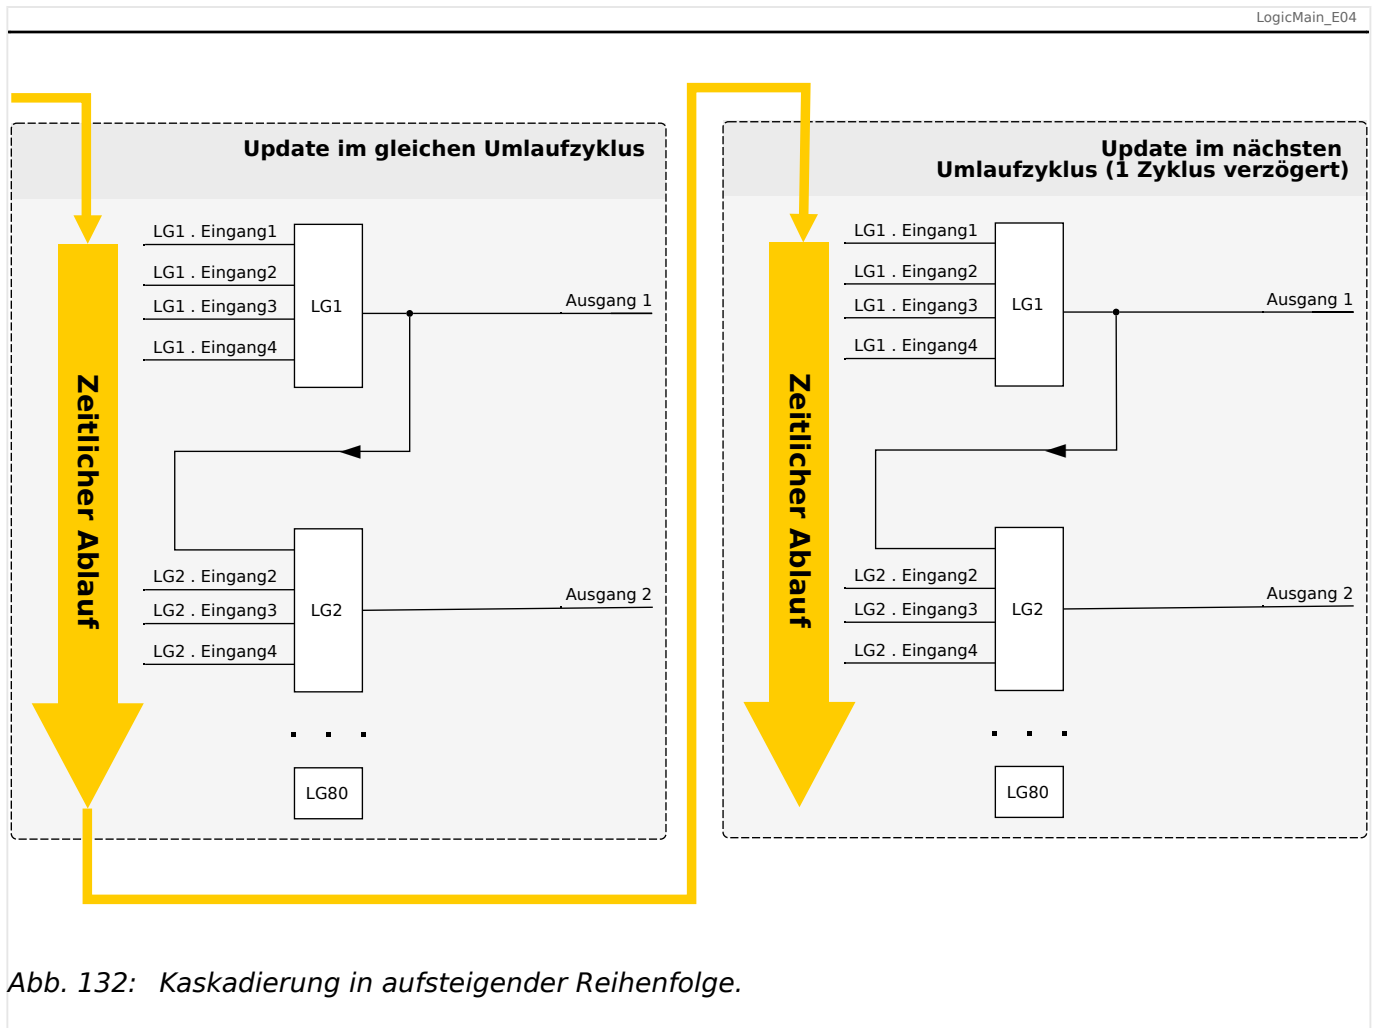
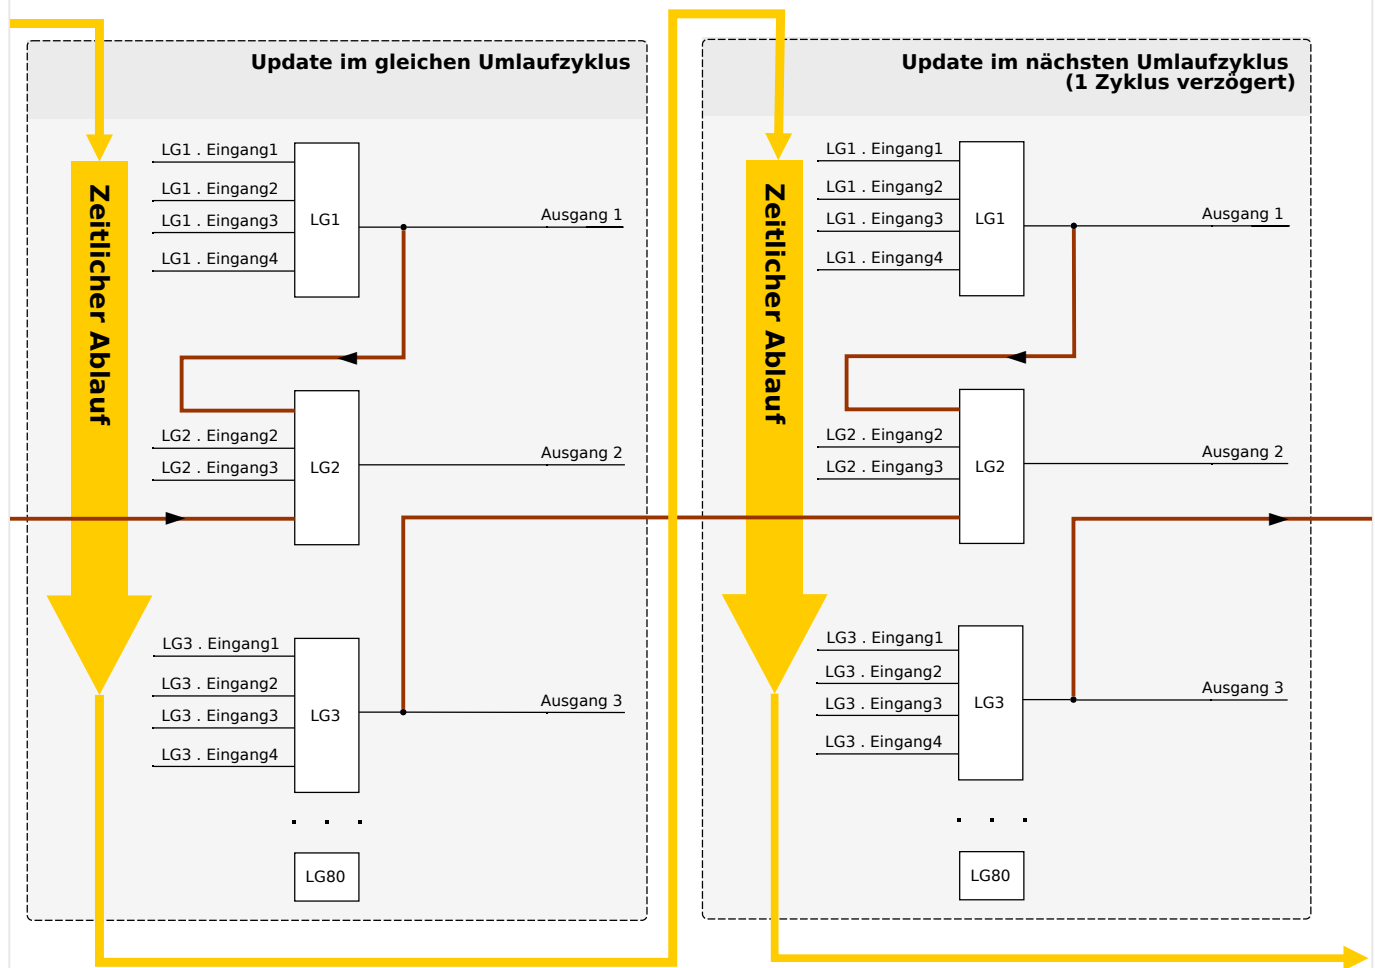

Abb. 132: Kaskadierung in aufsteigender Reihenfolge.
Abb. 133: Kaskadierung in absteigender Reihenfolge.
- Kaskadierung in **aufsteigender** Reihenfolge bedeutet, dass der Ausgang einer Logikgleichung auf den Eingang einer Logikgleichung mit **höherer** Nummer rangiert wird. Das Diagramm  **Abb. 132** weiter unten zeigt ein Beispiel, bei dem der Ausgang von LG1 auf einen Eingang von LG2 rangiert wird.
- Kaskadierung in **absteigender** Reihenfolge bedeutet, dass der Ausgang einer Logikgleichung auf den Eingang einer Logikgleichung mit **niedrigerer** Nummer rangiert wird. Das Diagramm  **Abb. 133** zeigt ein Beispiel, bei dem der Ausgang von LG3 auf einen Eingang von LG2 rangiert wird.
Bei der Konfiguration des Schutzgerätes bestehen keinerlei Einschränkungen oder Unterschiede zwischen aufsteigender und absteigender Reihenfolge. Da allerdings während der Laufzeit des MCA4 die Logikgleichungen in aufsteigender Reihenfolge ausgewertet werden, haben die resultierenden Ausgangswerte, die am Eingang der Logikgleichung anstehen, ein unterschiedliches „Alter“, wie in  **Abb. 132** und  **Abb. 133** veranschaulicht wird.
Das in  Abb. 133 gezeigte Beispiel zeigt eine Konfiguration von „Logikgleichung 2“, die den Ausgang von zwei weiteren Logikgleichungen, „Logikgleichung 1“ und „Logikgleichung 3“, als Eingangszustände verwendet. Hierbei ist der Ausgang von „Logikgleichung 1“ in aufsteigender Reihenfolge verwendet, sodass der Wert in jeweils demselben Prozesszyklus ermittelt wird. Der Ausgang von „Logikgleichung 3“ wird in absteigender Reihenfolge verwendet, sodass der Wert in dem jeweils vorherigen Prozesszyklus ermittelt wurde.